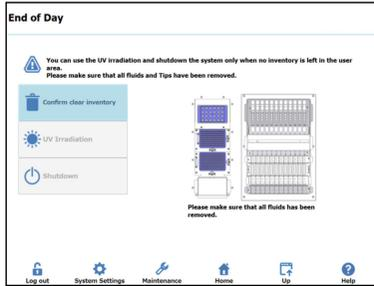

Figura 18: Página End of Day (Fim do Dia)
- Na página principal, selecionar "End of Day" (Fim do Dia) para visualizar a seguinte página (Figura 18).